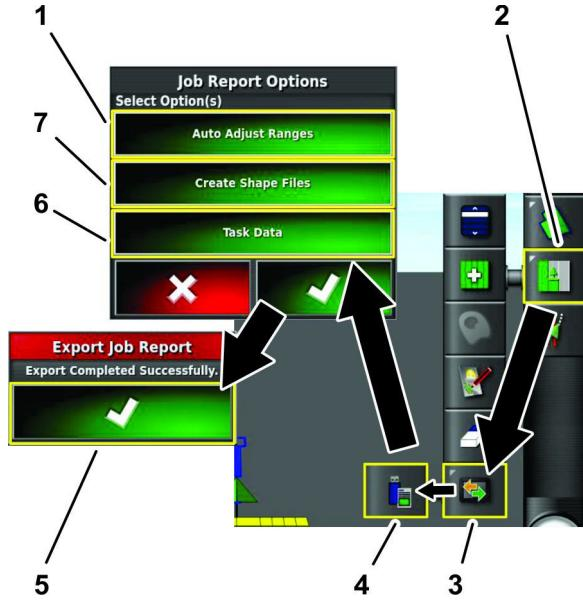

Figura 29
- Premete l'icona Menu dell'attività (Figura 29).
2. Premete l'icona Menu di scambio dati (Figura 29).
3. Premete l'icona Esportazione del report dell'attività su USB (Figura 29).
5. Premete l'icona CREA FILE DELLE FORME (Figura 29).
6. Nella finestra di dialogo Opzioni per i report delle attività, premete l'icona Conferma (Figura 29).
7. Nella finestra di dialogo Esportazione report delle attività, premete l'icona Conferma (Figura 29).